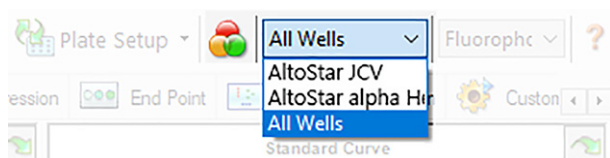

Figura 4: Botão Well Group (Grupo de Poços) e menu pendente Well Group (Grupo de Poços)
Na janela Data Analysis (Análise de Dados), certifique-se de que seleciona o **Well Group** (Grupo de Poços) do kit AltoStar® JCV PCR Kit 1.5. Deste modo, clique no menu pendente **Well Group** (Grupo de Poços) junto do botão **Well Group** (Grupo de Poços) (consulte a figura 4) da barra de ferramentas. Não utilize o **Well Group** (Grupo de Poços) «All Wells» (Todos os Poços). A seleção na figura 4 é utilizada como uma vista geral de exemplo.
1. Na janela Data Analysis (Análise de Dados), certifique-se de que seleciona o **Well Group** (Grupo de Poços) do kit AltoStar® JCV PCR Kit 1.5. Deste modo, clique no menu pendente **Well Group** (Grupo de Poços) junto do botão **Well Group** (Grupo de Poços) (consulte a figura 4) da barra de ferramentas.